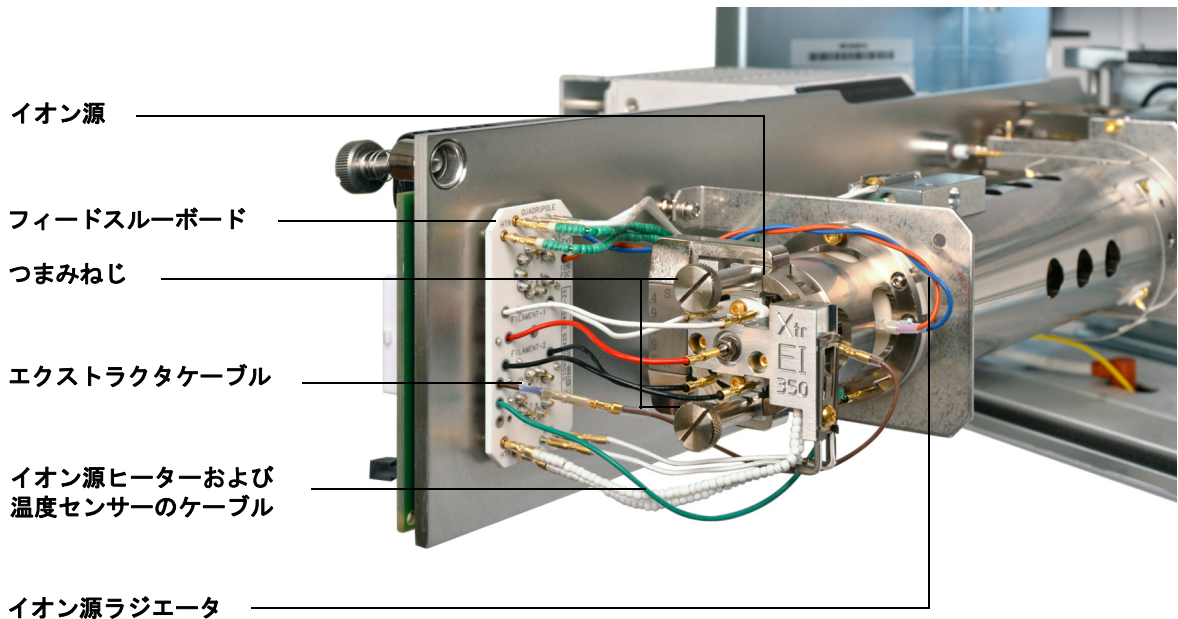

図 21 EI イオン源の取り外し
- 3 標準または不活性 EI イオン源を使用している場合、イオン源から 7 本のケーブルを取り外します。ケーブルを必要以上に曲げないでください (143 ページ図 21、表 16 参照)。
- 4 エクストラクタ EI イオン源を使用している場合、イオン源から 8 本のケーブルを取り外します。ケーブルを必要以上に曲げないでください (143 ページ図 21、表 17 参照)。